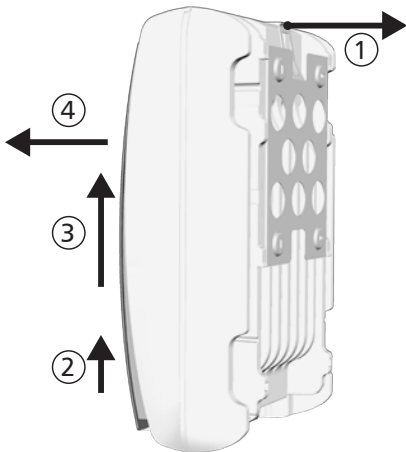

Figura 30
- 1. Premere con una mano la lamiera di fissaggio della piastra di montaggio ca. 5 mm verso la superficie di montaggio ① (Figura 30).
- 2. Con l'altra mano sollevare l'inverter quanto basta per impedire che la lamiera di fissaggio scatti di nuovo in posizione ②. Rilasciare la lamiera di fissaggio.
- 3. Sollevare l'inverter con entrambe le mani fino a liberare i ganci sul retro dell'inverter ③.
- 4. Rimuovere l'inverter dalla superficie di montaggio ④.